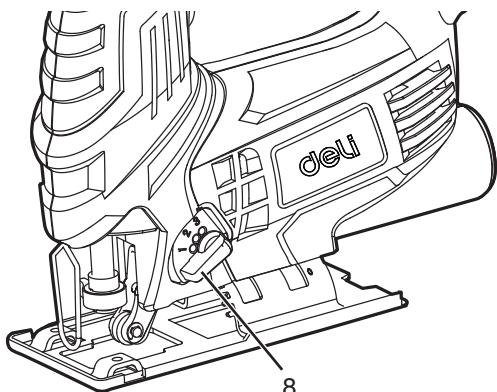

FIG.6
**Remarque :** Le métal ou les bois durs ne doivent jamais être coupés par l'action orbitale. Pour régler l'action de coupe, déplacez le bouton du commutateur orbital (8) entre les quatre positions de coupe : 0, 1, 2, et 3. La position 0 correspond à la coupe droite. Les positions 1, 2 et 3 sont des coupes orbitales. L'agressivité de la coupe augmente au fur et à mesure que l'on déplace le bouton de 0 à 3, 3 étant la coupe la plus agressive. (Voir Fig. 6)